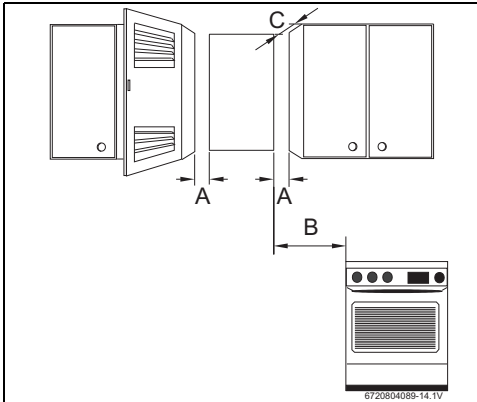

Fig. 19 Distanze minime
- ▶ Mantenere le distanze minime indicate nella fig. 19.
- ▶ Garantire la buona accessibilità per i lavori di manutenzione, rispettando le distanze minime indicate nella Fig. 19.